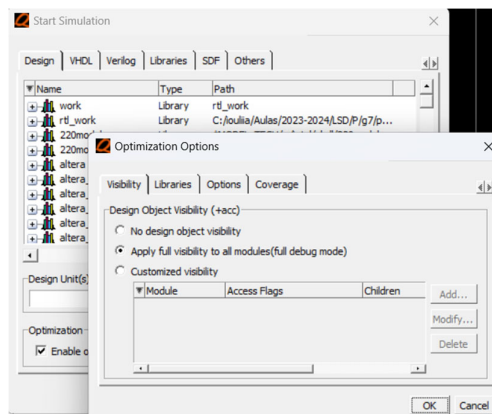

Figura 5 – Início da simulação da entidade **Dec2\_4En\_Tb** e arquitetura **Stimulus**.
9. Inicie a simulação através do menu “*Simulate → Start Simulation... → Optimization Options...*”, seleccionando a opção “*Apply full visibility to all modules*” (Figura 5). Selecione a arquitetura Stimulus da entidade Dec2\_4En\_Tb.